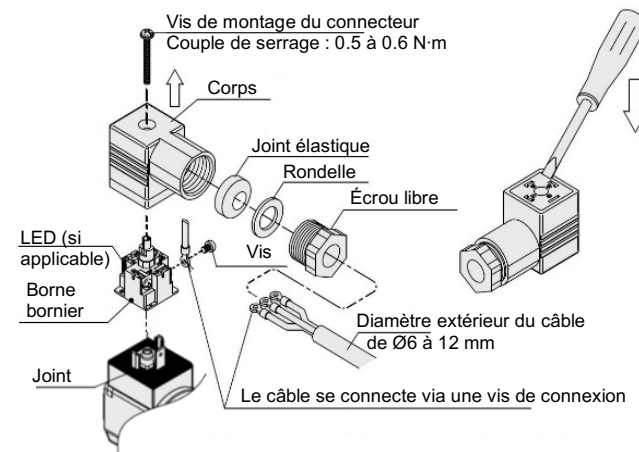

Figure 7. Construction du connecteur DIN
- Serrez les vis et les raccords conformément à la Figure 7.